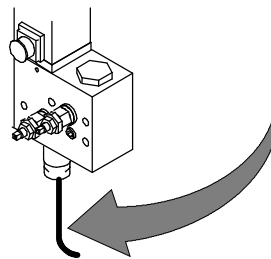

Fig. 26
a) A rotura do cabo de aço (cod. 01001567, pág. 5-6-7) provoca imediatamente a subida do braço até o seu limite máximo (Fig. 26). É necessário desligar imediatamente o motor elétrico da máquina, para evitar que este se queime, e providenciar na substituição do cabo de aço.